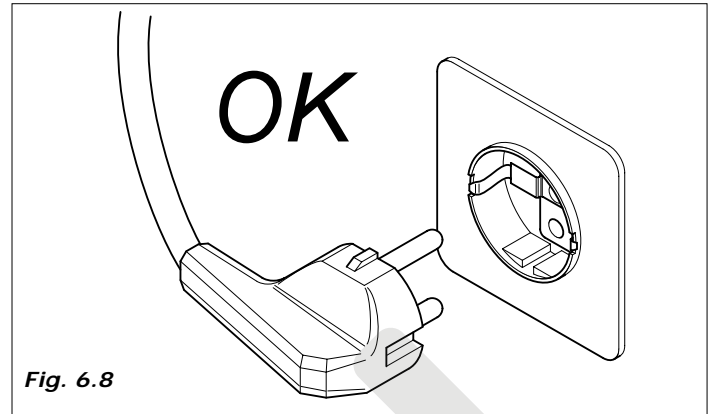

Fig. 6.8
- El distribuidor está dotado de un cable de alimentación H05VV-F 3x1 mm², con clavija SCHUKO (Fig. 6.8).